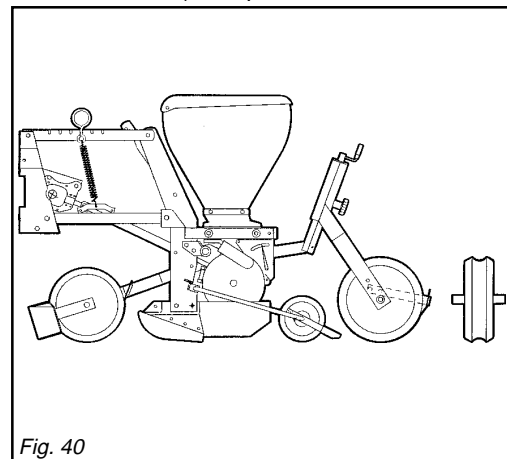

Fig. 40
Nelle figure 40 e 41 è rappresentato in due versioni l'elemento seminatore per semine superficiali (barbabietole). La versione in figura 40, è a bilanciere standard con ruote in gomma: l'anteriore a profilo bombato da mm 280, la posteriore a profilo concavo da mm 290, il ruotino premiseme intermedio è anch'esso in gomma.
*In figures 40 and 41 the seeding element for surface seeding (sugar beet) is shown. The version in figure 40, is a standard rocker with rubber wheels: the front profile has a 280 mm crowned profile, the rear one a concave 290 mm profile, the intermediate seed press wheel is also in rubber.*
In Abbildungen 40 und 41 ist das Säuselement für Oberflächenaussaaten (Rüben) in zwei Versionen dargestellt. Die Ausführung in Abbildung 40 hat Standardkipphebel mit Gummirollen: die vordere hat ein gewölbtes 280 mm Profil, die hintere ein 290 mm Hohlprofil, auch die kleine Samendruckzwischenrolle ist aus Gummi.
Les Figures 40 et 41 montrent deux modèles du semoir pour ensemencement superficiel (betteraves). Le modèle à la page 40 est doté de balancier standard avec des roues en caoutchouc: à profil bombé de 280 mm en avant et à profil concave de 290 mm en arrière. La roulette presse-graine intermédiaire est elle aussi en caoutchouc.